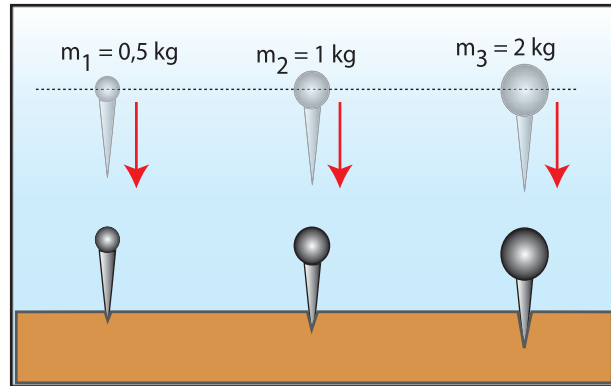

Fig .15
- La profondeur de l'empreinte augmente quand la masse accrochée à la pointe augmente.(Fig.15)